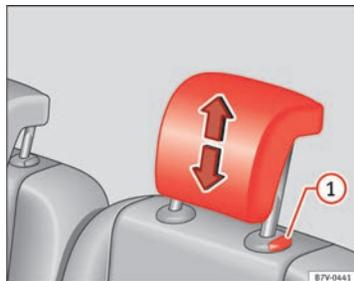

Fig. 87 Montaje del apoyacabezas de la segunda o tercera fila de asientos.
- Extraiga el apoyacabezas ⇒ fig. 87 con el botón pulsado.